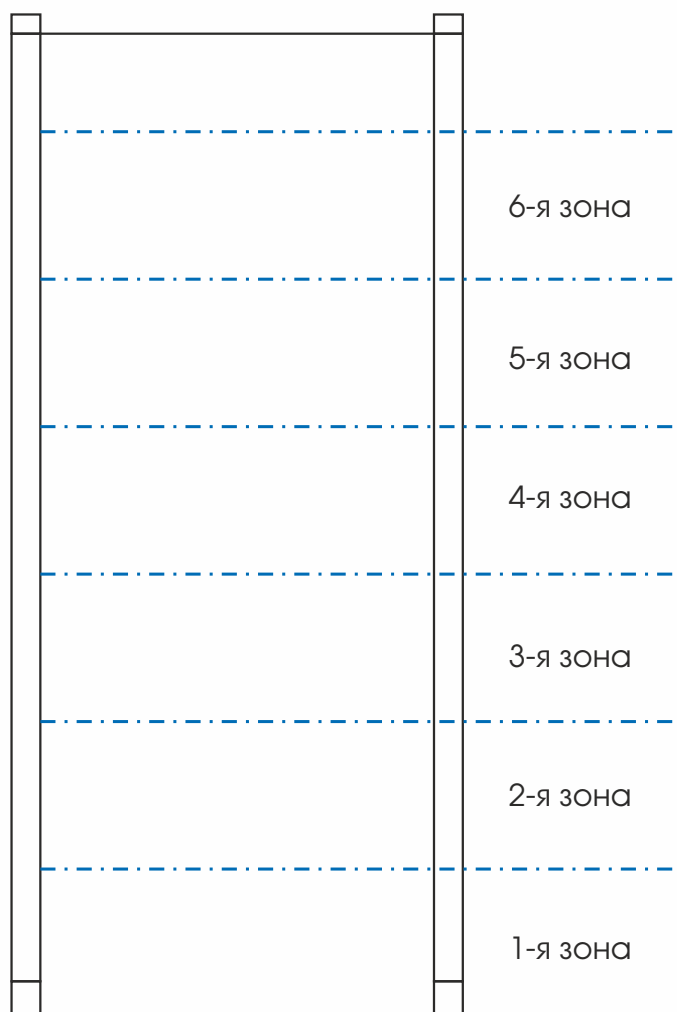

**Рисунок 8.** Настройка громкости сигнала тревоги.
- После этого следует переход в режим настройки громкости сигнала тревоги: «У-00» означает беззвучный режим, «У-01» означает тихий сигнал тревоги, «У-02» означает тревоги максимальной громкости. Используйте кнопку «РЕГ» для изменения значения громкости сигнала тревоги и кнопку «ВВОД» для подтверждения выбранного значения как показано на рис. 8.